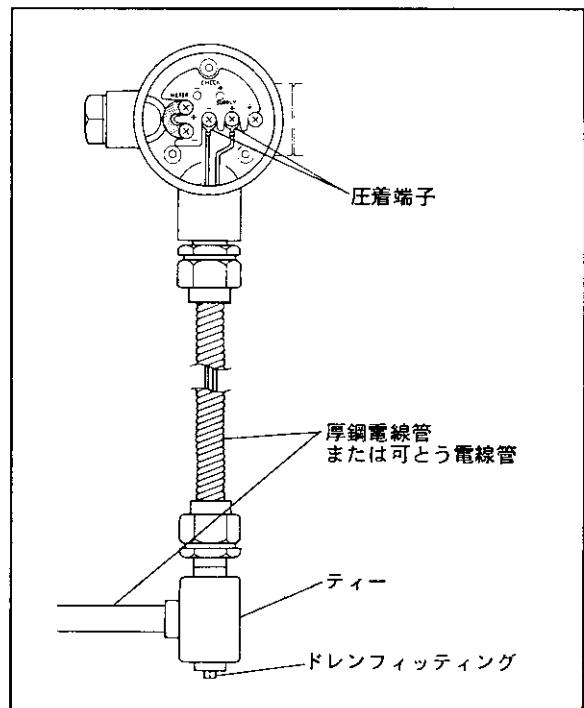
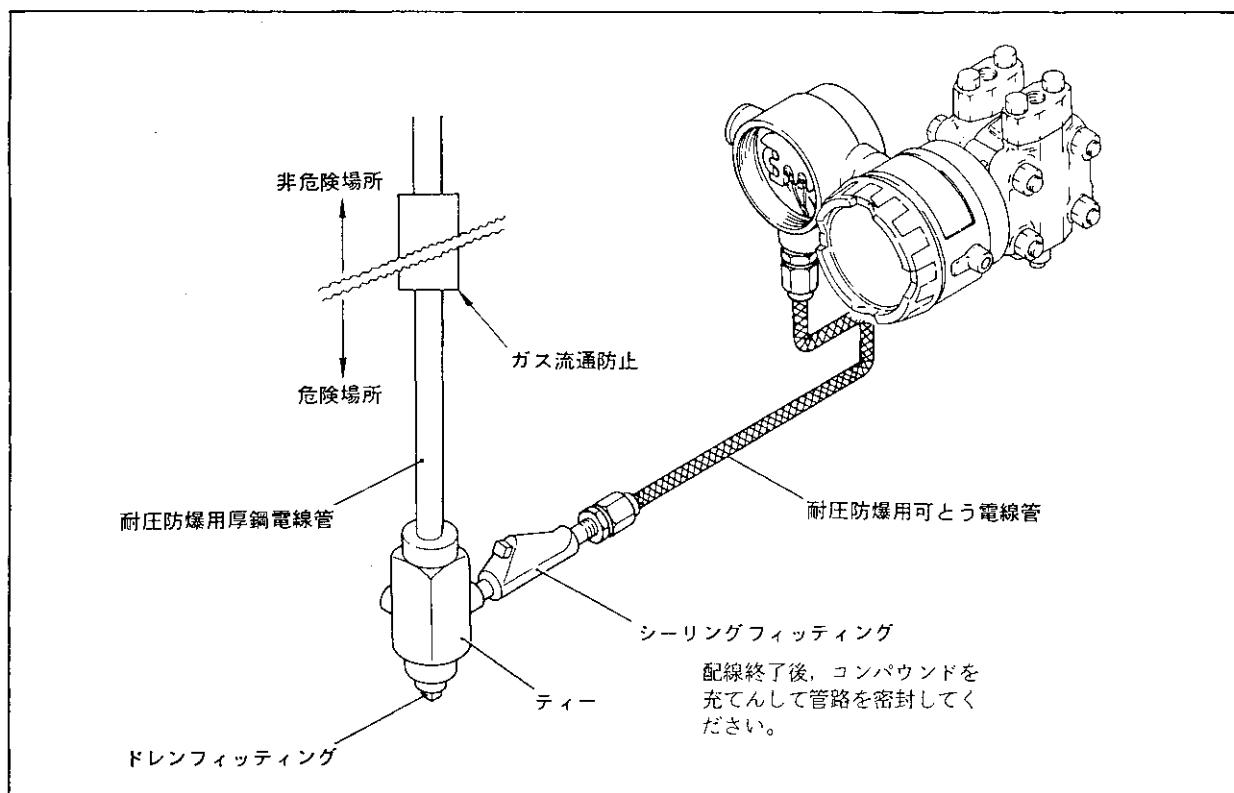

図 4.6 電線管を用いた配線（一般形の場合）
図 4.8 耐圧防爆金属管工事
- (1) 大容量の変圧器、モータあるいは動力用電源等のノイズ源を避けて配線してください。
- (2) 配線は端子箱のカバーおよび電源接続口の防塵プラグをはずして配線します。
- (3) 電線の端末は絶縁スリーブ付き圧着端子（4 mmねじ用）を推奨します。
- (4) 防水あるいは電線の外傷保護等のために、電線管とダクトを用いて配線することを推奨します（図4.6 参照）。耐圧特殊防爆形の外部配線は、耐圧防爆性を有する金属管工事（図4.8 参照）または当社製の耐圧パッキン用アダプタを用いたケーブル工事を行なってください（巻頭の「耐圧防爆構造の計器についての注意事項」を参照）。
- (5) ケーブル工事に使用する耐圧パッキン用アダプタ（付加仕様）の取付けは、以下の要領で行なってください。